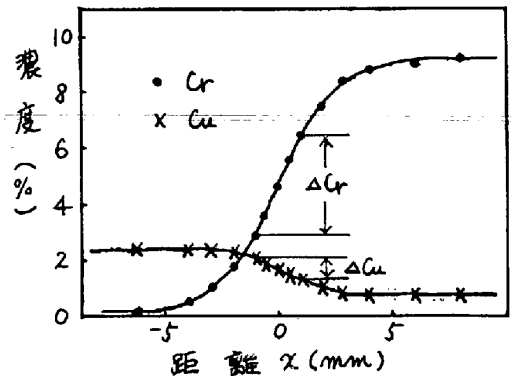
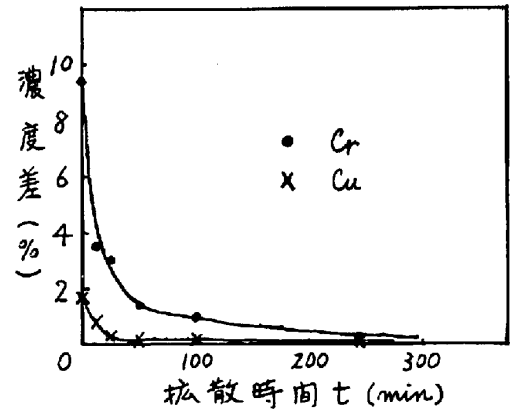

図1. 濃度プロファイル
図2. 濃度差と時間との関係 (x = ±1.0mm)
4. 結果: 実験はCrが0~13%, Cuが0~3%の範囲で行なった。couple (0% Cr, 2.4% Cu - 84% Cr, 0.7% Cu)を10分間拡散させた濃度プロファイルの1例を図1.に示す。これらの濃度プロファイルより、界面から等距離における濃度差 Δc と時間 t との関係を示した1例を図2.に示す。この関係を因式積分したものを組合せることにより、拡散係数を算出すると、 $D_{CuCr} = 5.3 \times 10^{-5}$, $D_{CuCu} = 10.6 \times 10^{-5}$, $D_{CrCr} = 4.8 \times 10^{-5}$, $D_{CrCu} = -0.3 \times 10^{-5}$ となった。